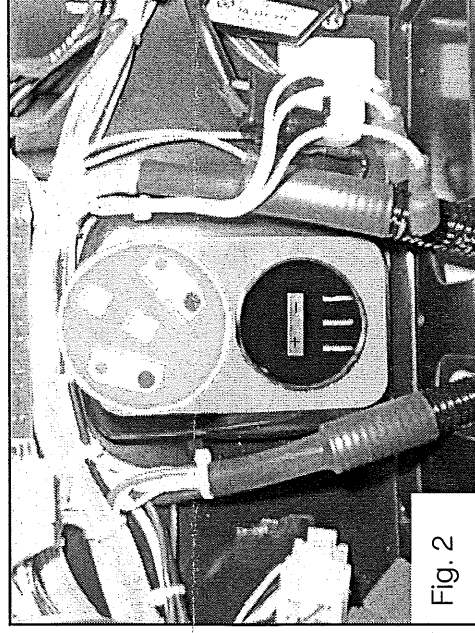

Fig. 2
5. Fit New Backing Plate (Fig. 2).